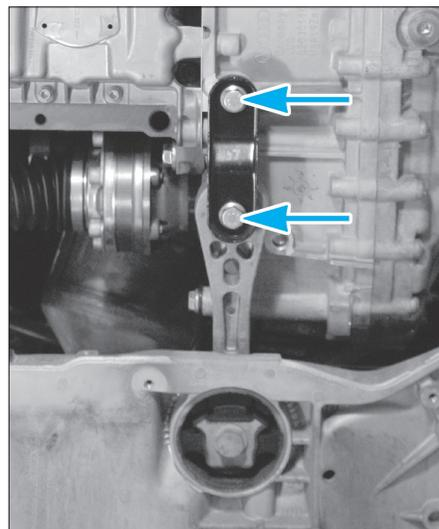

Fig. 13
- le tirant antibasculement de la boîte de vitesses (2 vis) (Fig.13),